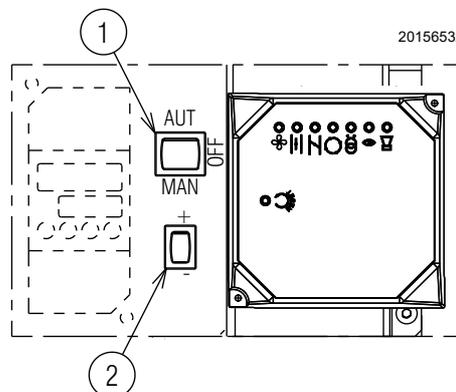

Fig. 31
Fermer les thermostats/pressostats et mettre le sélecteur 1)(Fig. 31) sur la position «MAN».
- mettre l'interrupteur 1) (Fig. 31) sur la position «OFF» et attendre que la boîte de contrôle commande l'extinction;
Placer le sélecteur 1) (Fig. 31) sur «MAN».
- Allumer le brûleur depuis le sélecteur situé sur le panneau de contrôle en mode manuel 1)(Fig. 31).
- Après ce premier réglage, augmenter la puissance débitée en agissant sur le sélecteur 2) à retour automatique (Fig. 31) situé sur le tableau de contrôle. Bloquer l'opération après une rotation de 15° du servomoteur et effectuer un nouveau réglage par la came a profil variable de l'air (came 1 Fig. 35). Il est conseillé de calibrer correctement afin de ne pas engendrer de flamme fumeuse et d'arriver le plus vite possible à la puissance maximum; régler la pression de retour sur la vis 4)(Fig. 32) afin d'obtenir la puissance désirée, requise par le gicleur, puis régler les points intermédiaires.
Le passage d'une position à la suivante s'effectue en maintenant le sélecteur 2)(Fig. 31) sur le symbole (+) ou (-).